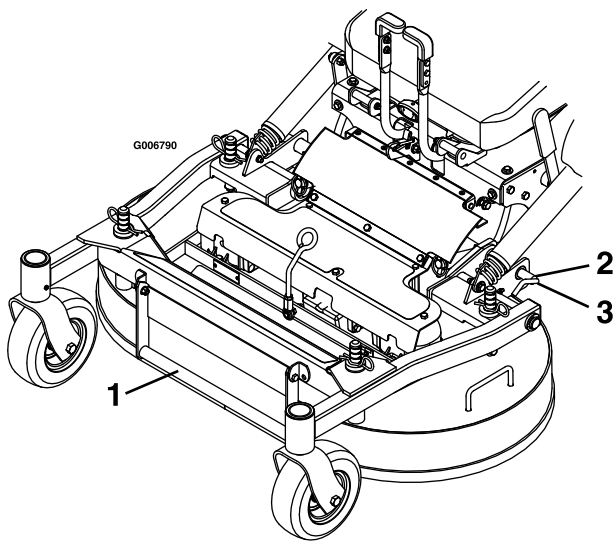

Bild 10
6. Lösen Sie die Arretierbolzen an beiden Seiten des Mähwerks (Bild 10).
4. Drücken Sie die Arretierbolzen des Mähwerks hinein und drehen sie nach vorne, um das Mähwerk in der abgesenkten Stellung zu arretieren (Bild 10).